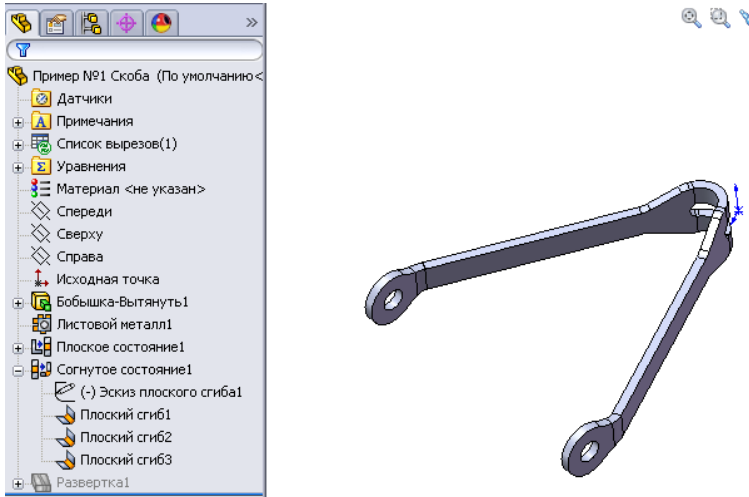

Рисунок 9.31 - Деталь Скоба в остаточном виде
12. Настроювання **«Плоского сгиба3»** у точності збігаються з настроюваннями **«Плоского сгиба2»**. У результаті одержимо деталь Скоба в остаточному вигляді (рис. 9.31).